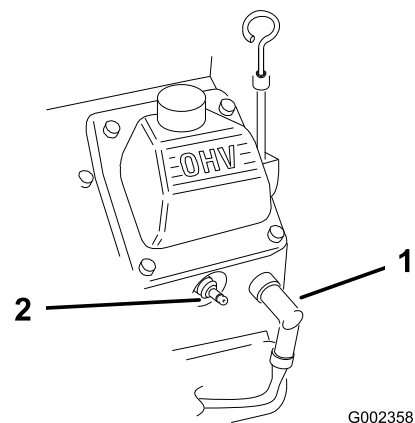

Bild 50
2. Klemmen Sie das Zündkabel von der Zündkerzen ab (Bild 50).